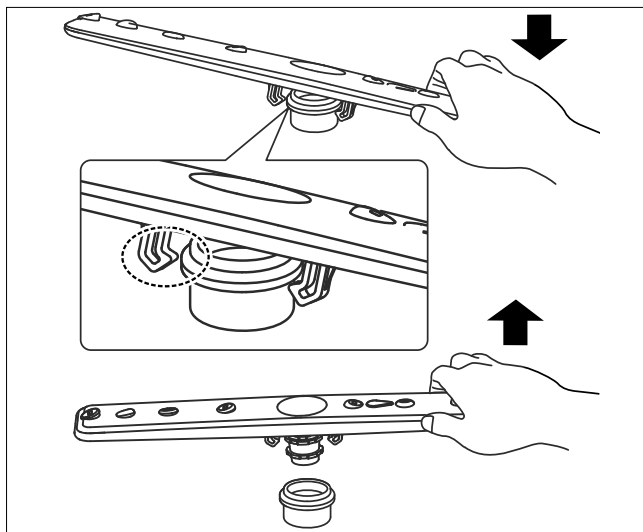

Fig. 22 – Retrait du bras gicleur
- Retirez les bras gicleurs (1 et 2) à l'intérieur de l'appareil (voir Fig. 22) pour les nettoyer. Retirez à chaque fois le bras gicleur de sa fixation.